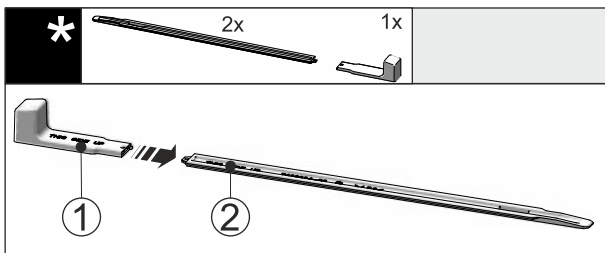

Fig. 49
- ▶ Montagegriff Fig. 49 (1) an die Nivellierschiene Fig. 49 (2) stecken.